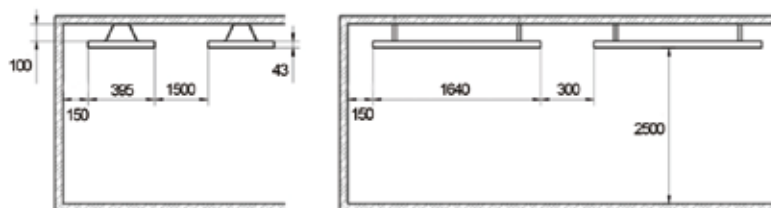

Рисунок 3
- подсоединить провода к клеммной коробке обогревателя согласно рис. 3 При-